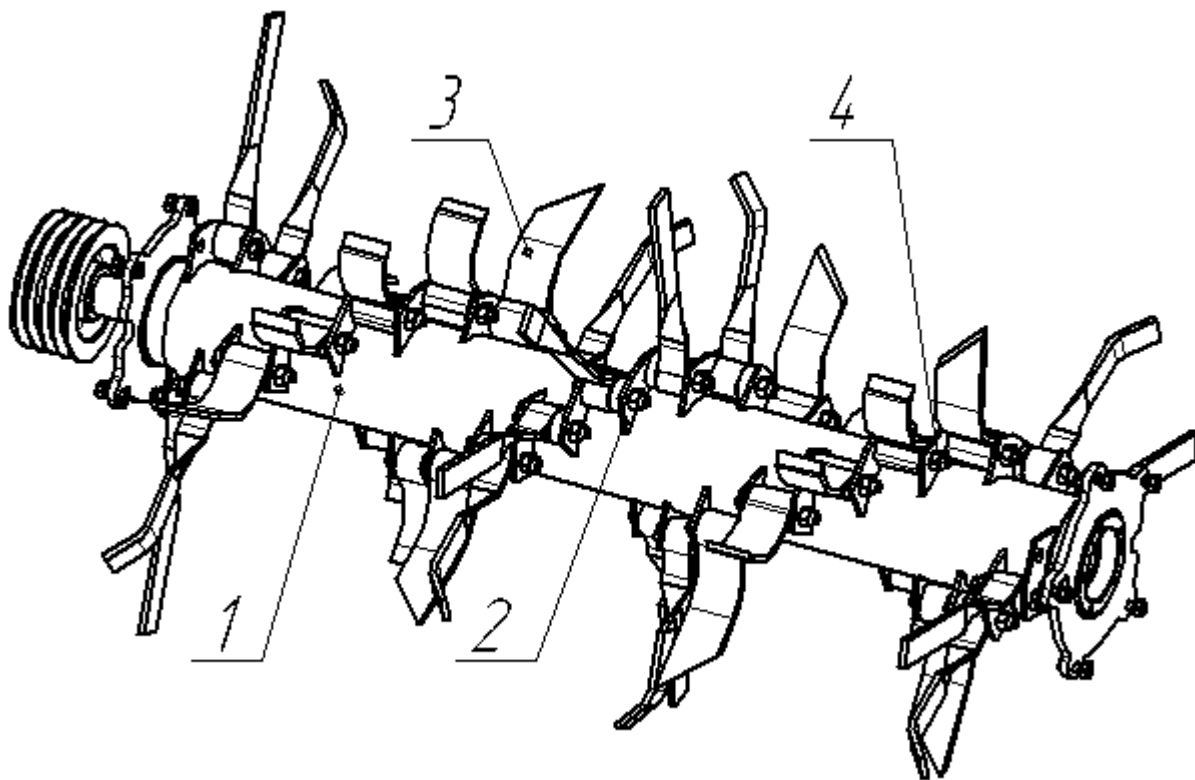

Рисунок 3 - Ротор
2.4 Ротор (см. рис. 3) предназначен для измельчения ботвы картофеля. Ротор представляет собой цилиндрический барабан 1, на поверхности которого по винтовой линии приварены уши 2 для крепления шарнирно подвешенных ножей 3 различной длины и формы. Последовательность расстановки ножей (см. приложение И) соответствует поперечному профилю гребней. Таким образом, весь контур гребня освобождается от ботвы. Ножи крепятся в ушах ротора с помощью осей и болтового соединения 4. Вал ротора установлен в подшипниковых узлах стенок рамы. Частота вращения ротора  $1400 \pm 50$  мин-1. Типы ножей представлены в таблице А.1